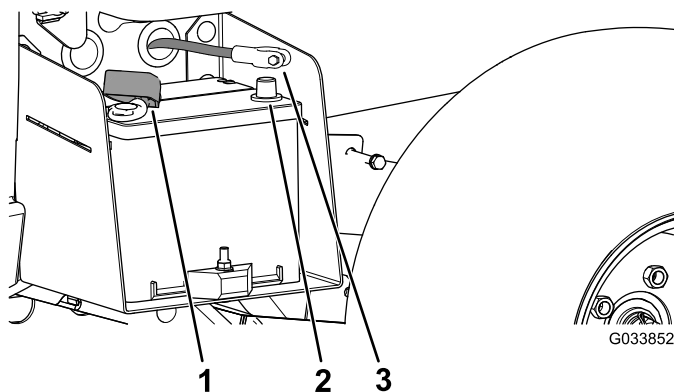

Figura 5
3. Conecte el cable positivo de la batería (rojo) al borne positivo (+) de la batería y sujete el cable con los pernos y las tuercas (Figura 5).